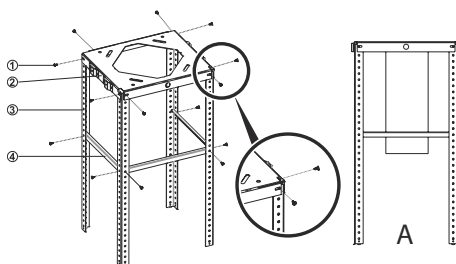

Fig. 7
1. ➔ Montér nu stængerne (3) på loffflancen (2) ved at skruer dem fast med 8 stk 3,5 x 9,5 skruer (1). Bemærk hakken i stængerne skal passe loffflancen (Fig. 7).
2. ➔ Stabiliseringsbeslaget skal monteres imellem stængerne (4) med 6 stk 3,5 x 9,5 skruer (1) (Fig. 7).
3. ➔ Tilslut nu aftrækskanalen til emhættens aftræk (Fig. 7/A).